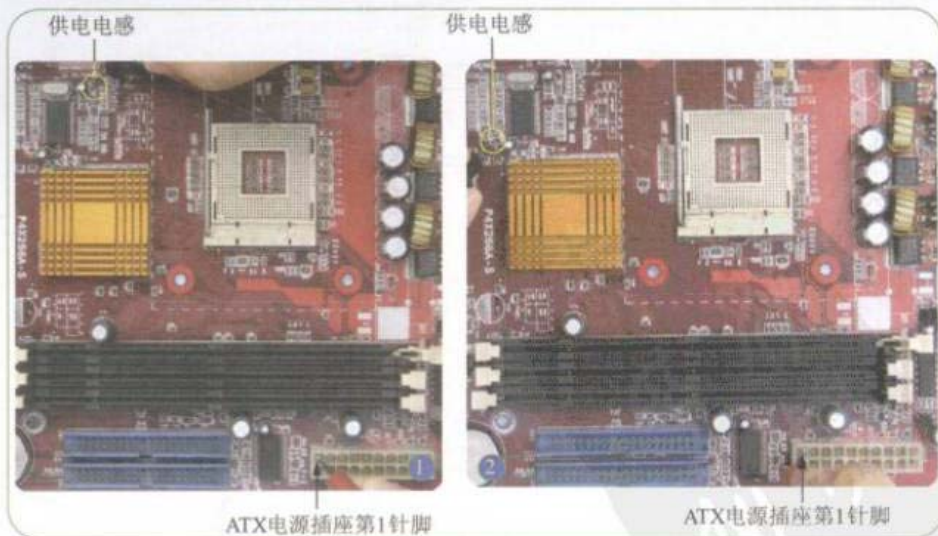

图9-11 测量电源插座到电感的线路
**Step 01** 将万用表调到“蜂鸣”挡，测量电源插座的3.3V电压到电感的线路，如图9-11所示。